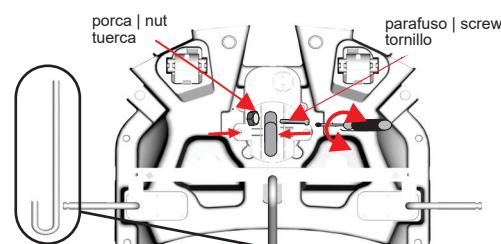

Fig.3 Eixo de Direção | Steering shaft | Eje de Dirección
3. Installation of the steering axle: (see figure 3)